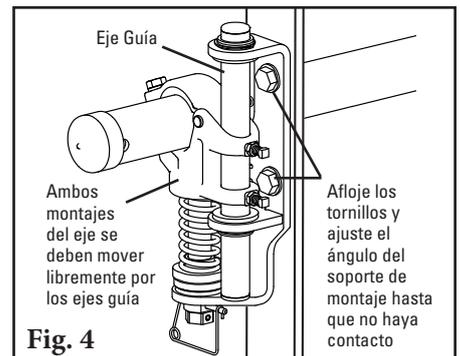

Fig. 4
5. Establezca la manga de la barra de ajuste. Después de establecer la tensión de la hoja, atornille la manga de la barra de ajuste en el buje UHMW hasta que se muestre 38 mm (1-1/2") (Fig. 4). Apriete la contratuerca de tensión de la manga de la barra de ajuste.
4. **Asegúrese de que el tensor se mueva libremente.** Jale hacia arriba y empuje hacia abajo cada extremo del eje para asegurarse de que el montaje del eje se mueva libremente en el eje guía. Si hay señales de roce, afloje los tornillos de la base de montaje y gire hasta que el tensor se mueva libremente (Fig. 4). Vuelva a apretar los tornillos.
4. **Establezca la manga de la barra de ajuste.** Después de establecer la tensión de la hoja, atornille la manga de la barra de ajuste en el buje UHMW hasta que se muestre 38 mm (1-1/2") (Fig. 4). Apretar la contratuerca de tensión de la manga de la barra de ajuste.